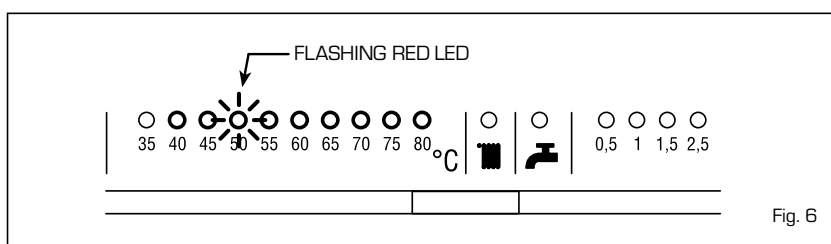

Fig. 6
– **Other anomalies (fig. 6)**